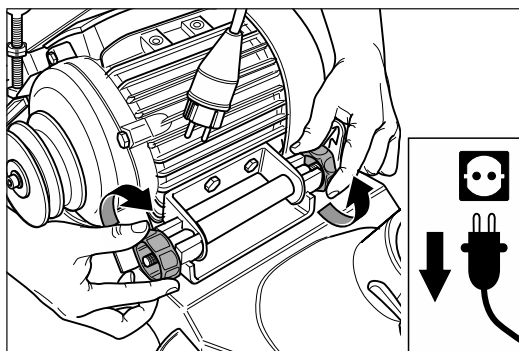

Abb. 116 Die beiden Motormuttern festziehen.
- 7 Ziehen Sie die beiden Motormuttern fest (Abb. 116).